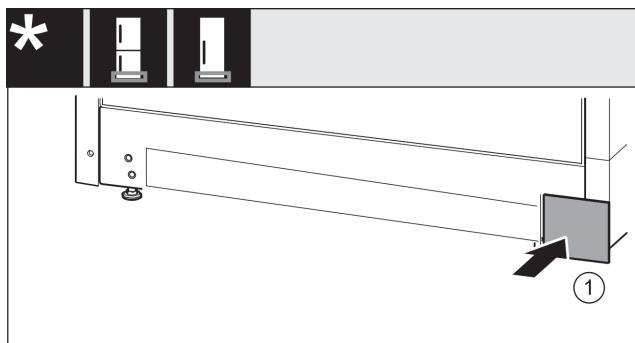

Fig. 15
- Vėl uždėkite uždangalą kitoje pusėje. Fig. 15 (1)